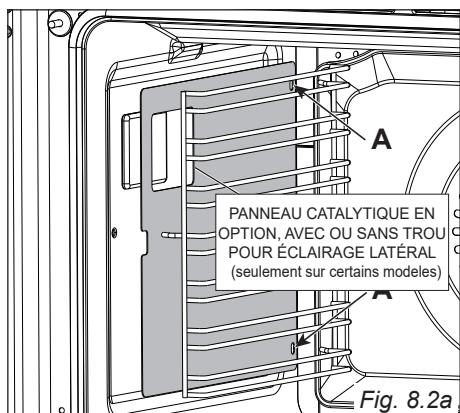

Fig. 8.2a
- Assembler les grilles métalliques sur les parois latérales du four en faisant glisser les dents arrière de chaque grille dans les trous "A" à l'arrière du four (fig. 8.2a).